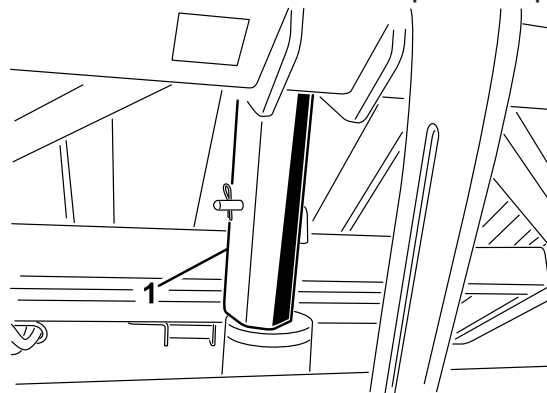

Figura 27
3. Introduza o suporte de segurança da tremonha na haste do cilindro, certificando-se de que a extremidade do suporte assenta no tambor do cilindro e na extremidade da haste do cilindro (Figura 27).